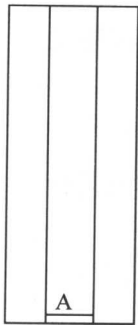

图 2-3 修剪图形
Step 5 运行菜单命令【修改】|【修剪】，按如图 2-3 所示对图形进行修剪，将修剪后的线段作为门的一个夹板。提示信息如下：